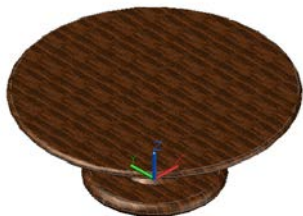

图 12.19 打开的素材文件
(1) 启动 AutoCAD 2012 后，打开附带光盘中的 CDR0M/素材/Cha12/圆桌.dwg 文件。如图 12.19 所示。